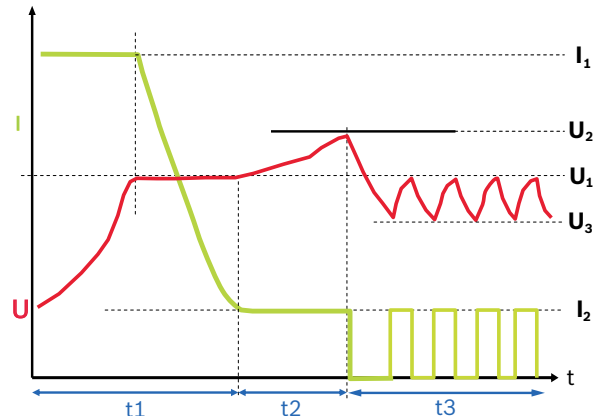

Fig. 3: Marcaj de încărcare
- 1 Progres încărcare (vezi marcajul de încărcare fig. 3)